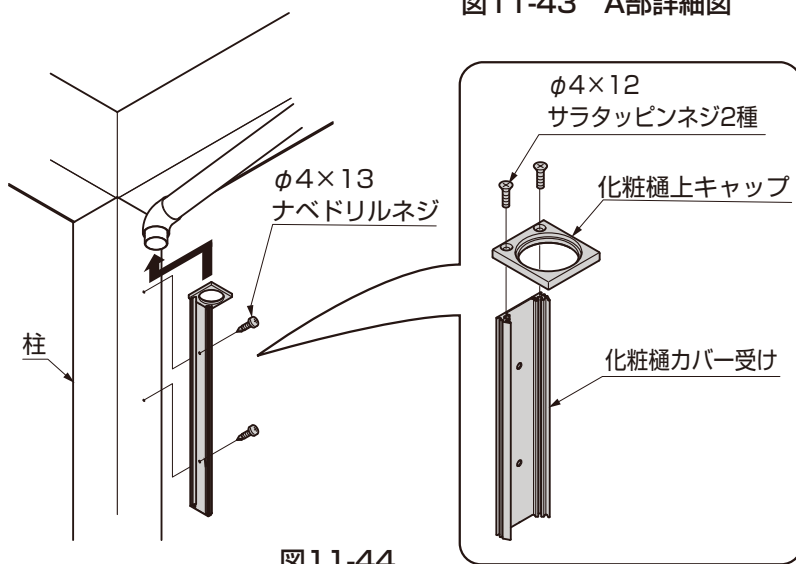

図11-44
- ④化粧樋上キャップを化粧樋カバー受けに「 $\phi 4 \times 12$ サラタッピンネジ2種」で取付けてください。(図11-44参照)
- ⑤組立てた化粧樋カバー受けを柱に「 $\phi 4 \times 13$ ナベドリルネジ」で取付けてください。(図11-44参照)